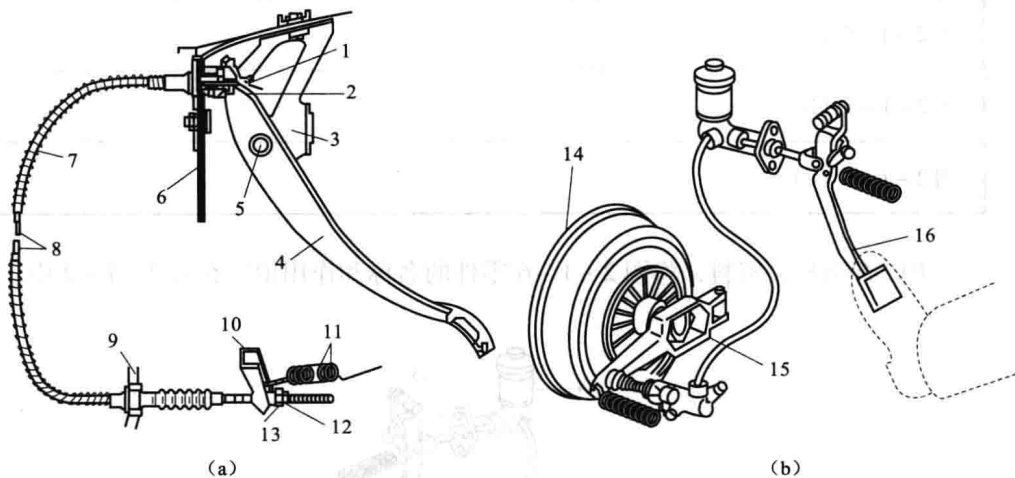

图 2-1-5 离合器操纵机构不同类型
9. 查询相关资料, 区分图 2-1-5 离合器操纵机构的类型, 并将相关信息填写在表 2-1-1 中。